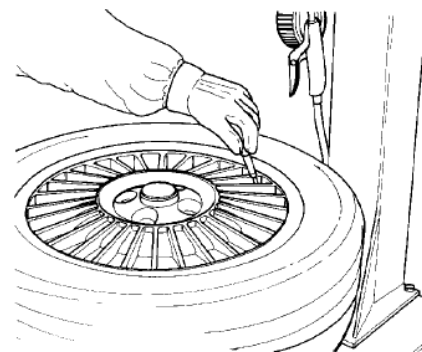

Figura 10
- Seguindo os cuidados gerais, remova o núcleo da válvula e esvazie o pneu (Figura 10);